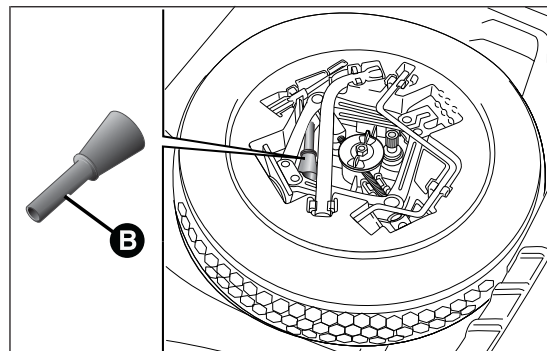
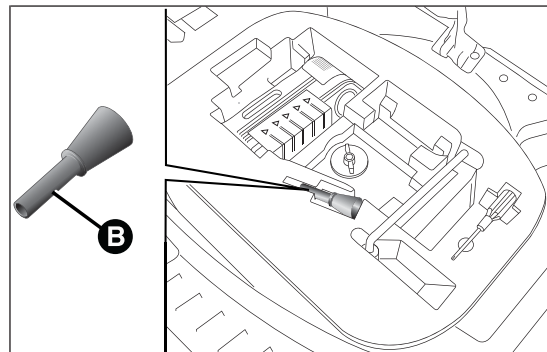

fig. 83
fig. 84
- ☐ abrir el maletero y utilizar el correspondiente adaptador B situado en el alojamiento portaherramientas (versiones equipadas con rueda de recambio - para versiones/países donde esté previsto) fig. 83 o en el alojamiento del Fix&Go Automatic (versiones equipadas con Fix&Go Automatic) fig. 84;